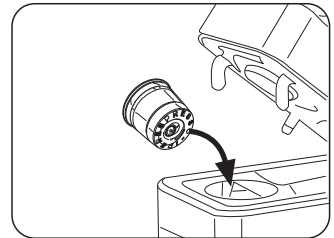

Abb. 8
- Klappen Sie den Hebel (1) langsam nach hinten (bis zum Anschlag) (Abb. 7) und setzen Sie eine Kapsel in die vorgesehene Öffnung ein (Abb. 8)